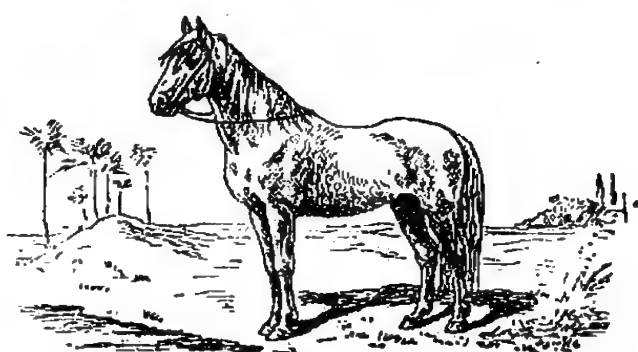

Fig. 443. — Cheval arabe.
*voitures de luxe* ou comme chevaux de selle; la race **tarbaise**, dérivée de l'*arabe* (fig. 443), qui fournit d'excellents *chevaux de selle*.